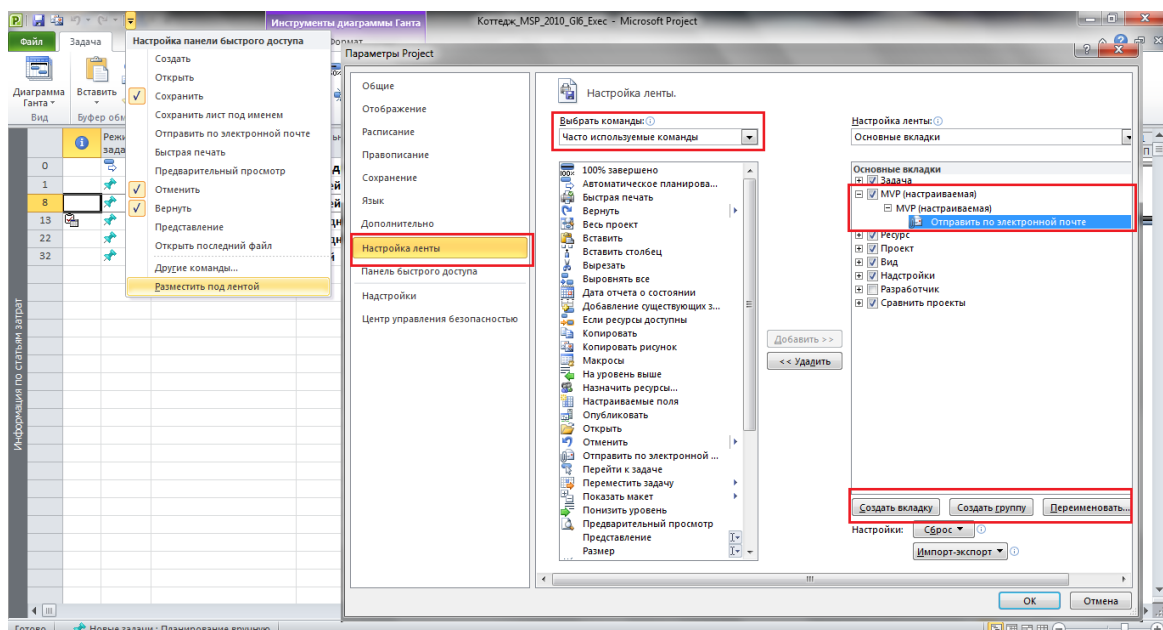

Рисунок 11.19 Создание собственной вкладки
5. Скопировать команду (кнопку) с раздела «Выбрать команды» вправо, Рисунок 11.19.